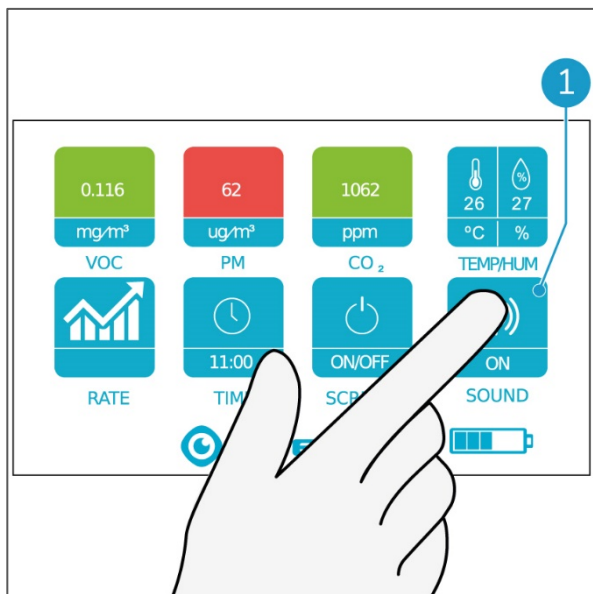

Figura 23
1. Tocca il pulsante SUONO (Figura 23, pos 1) con il dito per attivare o disattivare l'audio.